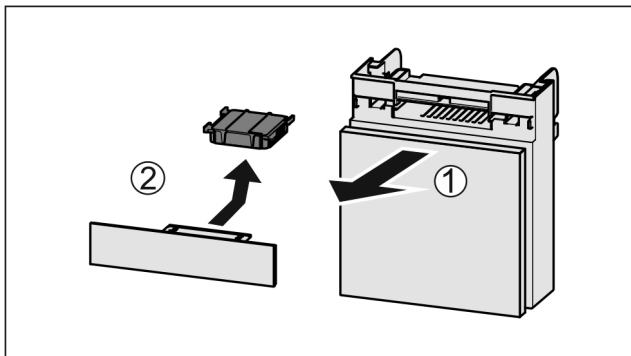

Fig. 57
- ▶ Extraire le compartiment par l'avant Fig. 57 (1).
- ▶ Sortir le filtre à charbon actif Fig. 57 (2).